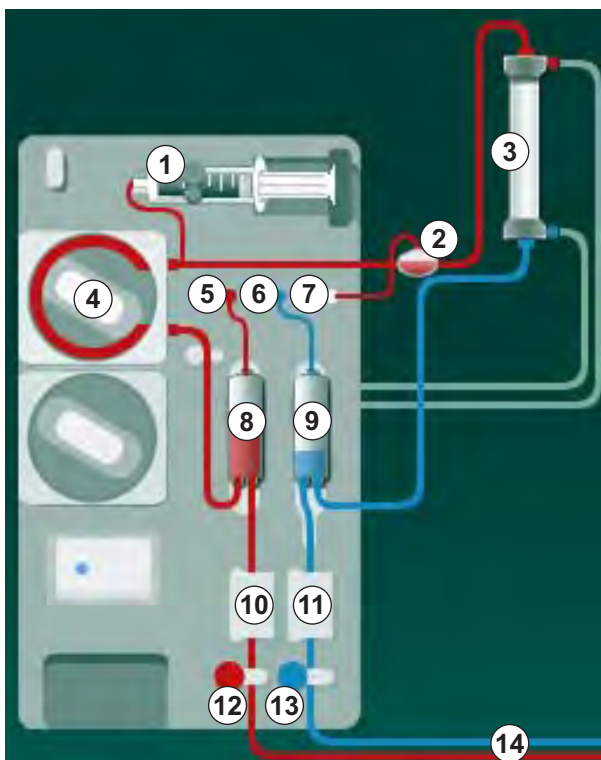

Bild 3-2 Driftsätt - Enkelnål Cross-Over
Med venklämman (Bild 3-2 Driftsätt - Enkelnål Cross-Over (33), ⑬ ) stängd och artärklämman ⑫ öppen, pumpar blodpumpen ④ blod från patienten genom dialysatorn ③ in i den venösa kammaren ⑨ . Trycket i venkammaren ⑨ övervakas via ventryckssensorn ⑥ . Så snart som det inställda övre trycket uppnås, stängs blodpumpen ④ av och venklämman ⑬ öppnas. Tack vare trycket i venkammaren ⑨ , flödar blodet genom dialysatorn ③ tillbaka till patienten tills det undre tröskeltrycket uppnås. När det undre tröskeltrycket har uppnåtts i venkammaren ⑨ , eller den inställda tiden för återflöde har gått, stängs venklämman ⑬ . Kort efteråt öppnas artärklämman ⑫ . Blodpumpen ④ aktiveras och processen börjar om igen med att blod tappas från patienten.